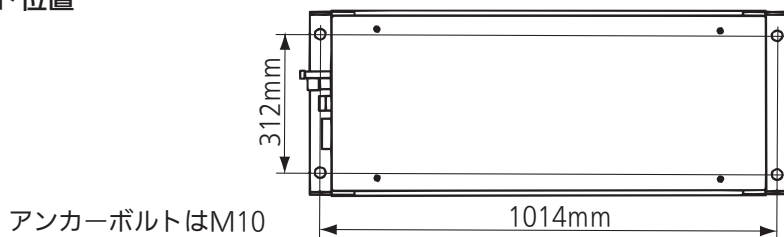

図1
1. アンカーボルトはM10を使用してください。アンカーボルトは現地手配です。（図1）